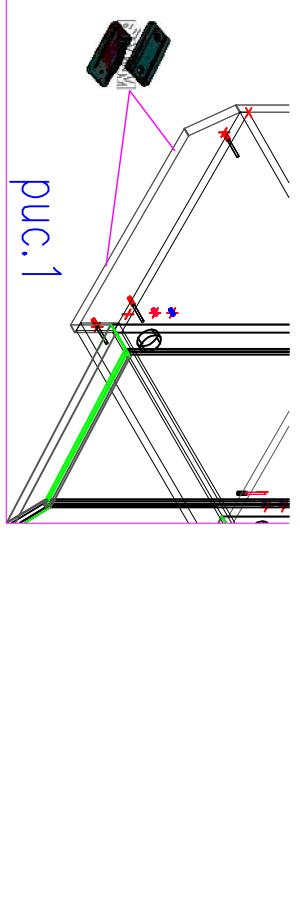

рис.1
- На торцы деталей 1,2 согласно схемы сборки установить подпяники Ф №1 (рис. 1)